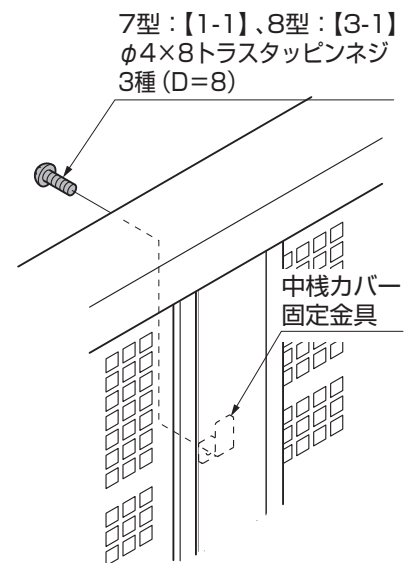

図2-3 C部詳細図
- ②中棧カバーを中棧、中棧カバー固定金具に【1-1】または【3-1】で取付けてください。(図 2-3 参照)